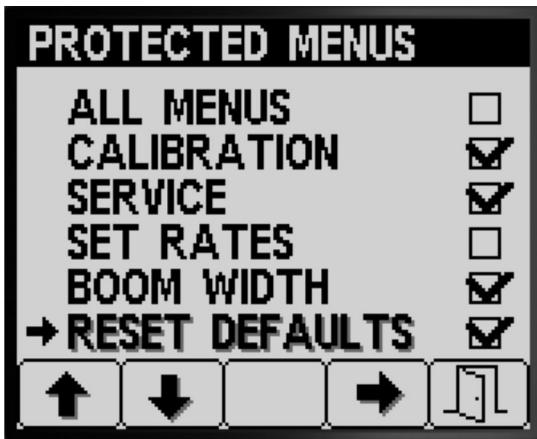

Figura 22
- Premete il pulsante 1 o 2 per navigare fino all'opzione menu della quale volete modificare la protezione con codice PIN (Figura 22).
- Premete il pulsante 4 per selezionare l'opzione menu (Figura 22).
- Premete il pulsante 5 per salvare l'impostazione, uscire dalla schermata MENU PROTETTI e tornare alla schermata DISPLAY (Figura 22).